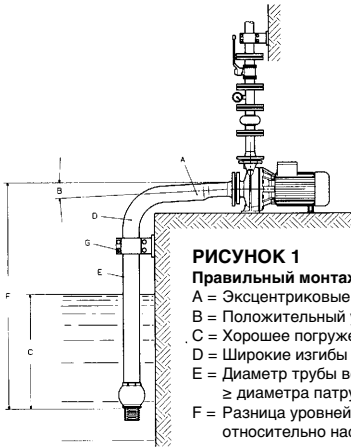

РИСУНОК 1
5.5. Трубы всасывания и подачи (смотри схему на рис. 1)